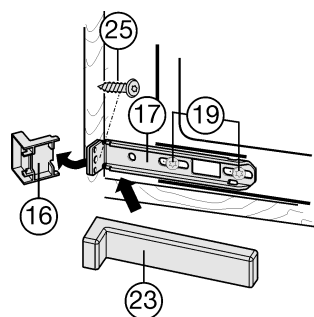

Fig. 18
- ▶ Schrauben *Fig. 18 (19)* etwas lockern.
- ▶ Unteren Befestigungswinkel *Fig. 18 (17)* mit Spanplattenschraube *Fig. 18 (25)* $\varnothing 4 \times 19$ an der Möbelwand festschrauben.
- ▶ Das überstehende Ende der Abdeckung *Fig. 18 (16)* abbrechen. Es wird nicht mehr benötigt.
- ▶ Schrauben *Fig. 18 (19)* festziehen.
- ▶ Abdeckung *Fig. 18 (23)* auf den unteren Befestigungswinkel *Fig. 18 (17)* aufsetzen.